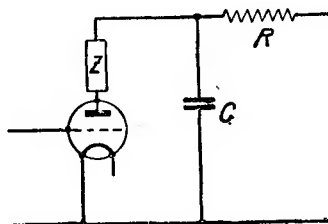

Рис. 2
**Задача 69.** Необходимо выбрать для обычной развязывающей цепи, изображенной на рис. 2, величины для сопротивления *R* и конденсатора *C*. В основу расчета должны быть положены следующие соображения: